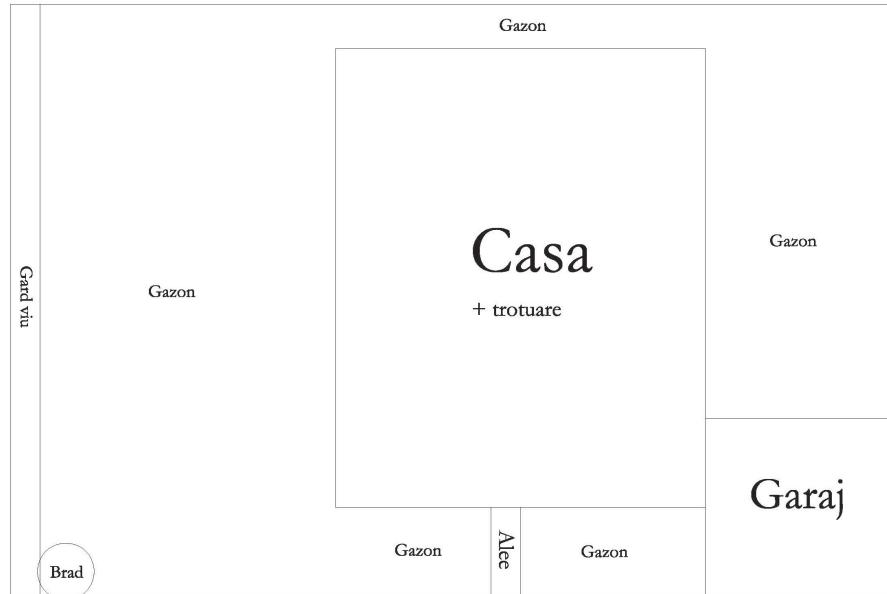

Fig.1 - Model schita
5. Marcarea sursei de curent 220V (nu este nevoie in cazul programatoarelor cu baterii 9V) - vezi Fig.1